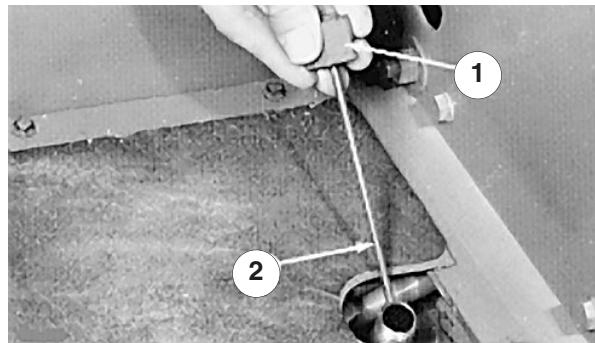

Bild 7
2. Schrauben Sie den Peilstabdeckel (Bild 7) vom Füllstutzen ab und wischen Sie ihn mit einem sauberen Lappen ab. Schrauben Sie den Peilstabdeckel mit der Hand fest auf den Füllstutzen und schrauben Sie anschließend den Peilstab ab und überprüfen Sie den Ölstand. Wenn der Stand nicht innerhalb von 13 mm unterhalb der Marke am Peilstab ist (Bild 7), muss soviel Öl nachgefüllt werden, dass diese Marke erreicht wird. Sie dürfen nur bis 13 mm oberhalb der Marke einfüllen.